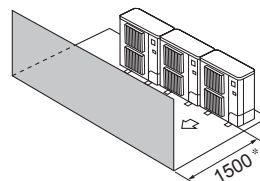

Fig. 2-11
- ③ Перешкоди спереду (Fig. 2-11)